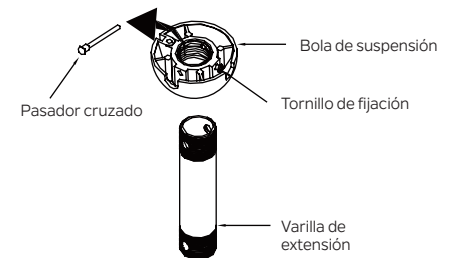

Figura 7
Paso 3. Retire la bola de suspensión del conjunto de la varilla de extensión aflojando los tornillos de fijación, quitando el pasador transversal y girando la bola fuera de la varilla. (Figura 7)